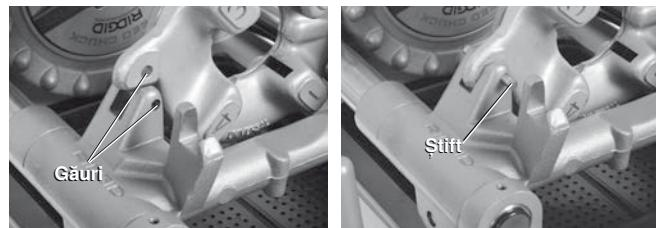

Figura 24 – Menținerea pe poziție a capului-filieră pe stânga
1. Treceți un știft $5/16"$ de lungime 2" prin găurile din restul căruciorului și capul-filieră stânga pentru fixare în poziție (vezi Figura 24).